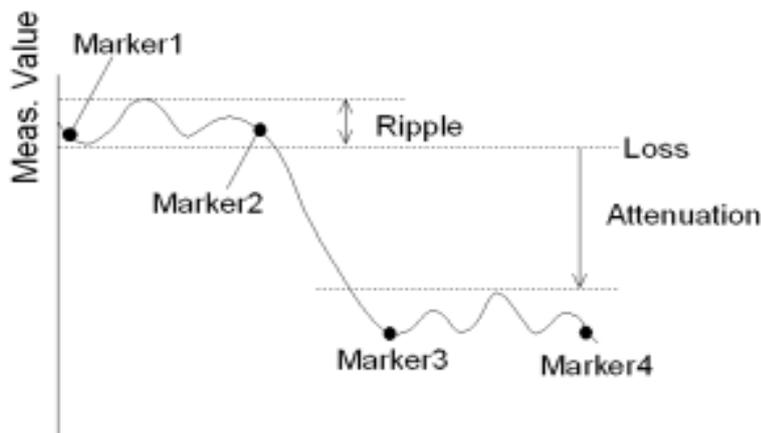

Рис. 1.15. Расположение маркеров при анализе АЧХ ФНЧ
В этом режиме используют 4 маркера, которые устанавливают вручную на характерные точки АЧХ ФНЧ. Маркеры 1 и 2 устанавливают на границе плоского участка АЧХ, маркеры 3 и 4 - в области заграждения ФНЧ (рис.1.15). Прибор автоматически определяет и выводит на дисплей следующие параметры фильтров:
- Вручную последовательно установить на графике маркеры с 1 по 4, в позиции, указанные на рис.1.15.